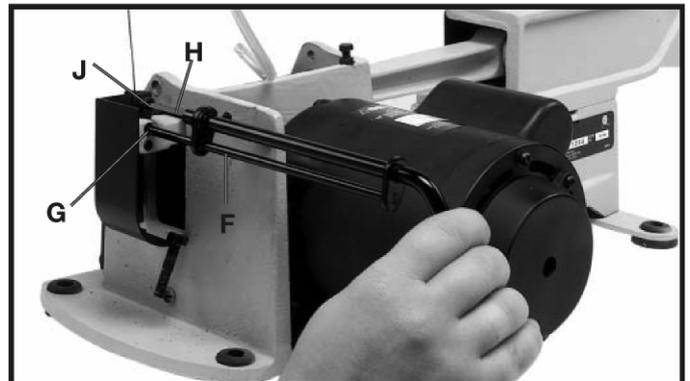

Fig. 5
4. Insira a extremidade mais longa (F) Fig. 5 da chave de torque para troca da lâmina no furo (G) do prendedor da lâmina inferior. Essa ação alinhará a chave (H) com o parafuso do prendedor da lâmina (J). Gire a chave de torque (H) em sentido anti-horário. Essa ação soltará a lâmina do conjunto do mandril inferior.